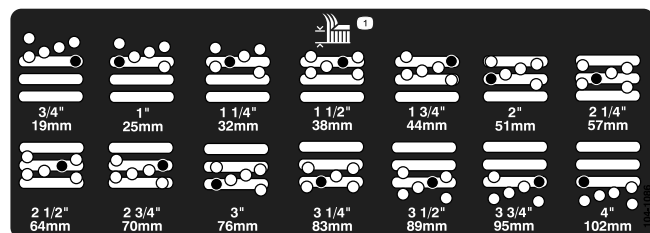

Figura 18
5. Mueva la cámara a la altura deseada e instale el espaciador en el taladro y la ranura de altura de corte deseados (Figura 18)